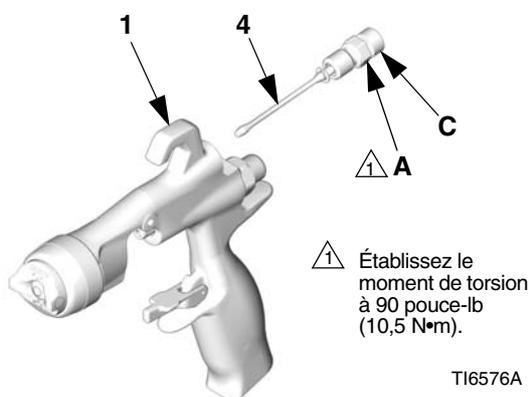

FIG. 34
2. Dévissez l'écrou de presse-étoupe de la vanne d'aération (A) à l'arrière du corps du pistolet (1). Faites coulisser la vanne (4) hors du corps du pistolet. Voir FIG. 34.
3. Avant le remontage, tourner complètement la vanne de réglage du jet (C) de l'assemblage de la vanne d'aération de remplacement (4) dans le sens contraire aux aiguilles d'une montre pour éviter d'endommager le siège (5c). Installer l'assemblage de la vanne d'aération de remplacement sur le corps du pistolet (1). Vissez l'écrou de presse-étoupe (A) à l'intérieur du pistolet et serrez à 90 pouce-lb (10,5 N•m).